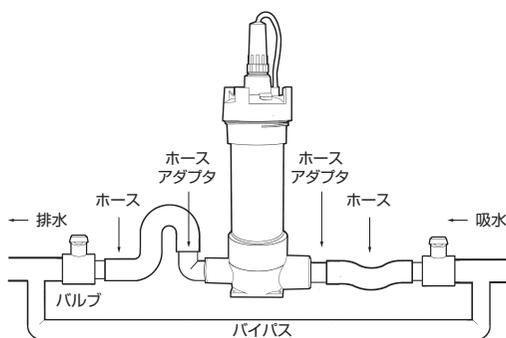

図 4
**△ 注意：QL 殺菌灯への配管は殺菌灯本体をはずせる様に図4を参考にバイパスを必ず作って下さい。**